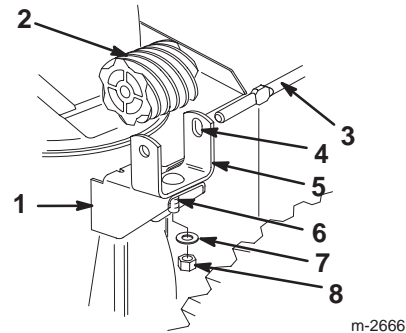

Bild 16
5. Stecken Sie die Schlossschraube in das dafür vorgesehene Loch im Schneckengetriebe-Profilteil (Bild 16).
6. Stecken Sie das Schneckengetriebe in das Profilteil, fluchten Sie die Schlitz im Schneckengetriebe und im Profil aus und stecken Sie dann die Getriebebestänge des Auswurfkanals durch die Schlitz in Profilteil und Schneckengetriebe (Bild 16).
7. Bringen Sie das Schneckengetriebe und das Profilteil mit Schlossschraube, Flachscheibe und Sicherungsmutter lose am Montageflansch an (Bild 16).